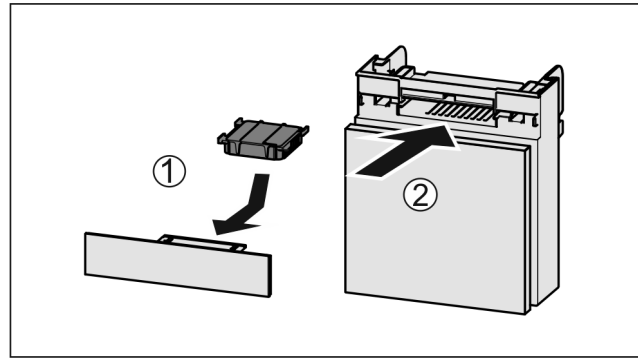

Fig. 119
- ▶ Поставете Fig. 119 (1) филтъра с активен въглен, както е показано на фигурата.
- ▶ Вкарайте Fig. 119 (2) отделениято.